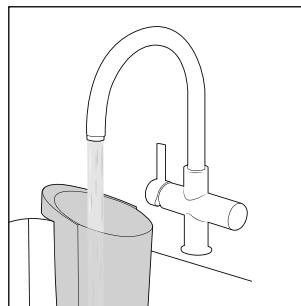

Abb. 23
- ◆ Spülen Sie den Schmutzwasserbehälter **②** unter fließendem, warmen Wasser aus (siehe Abb. 23).